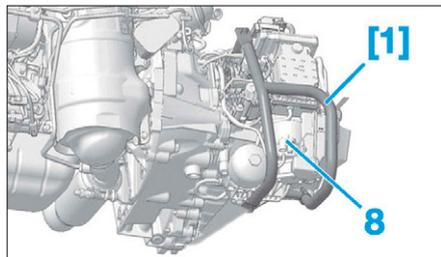

FIG. 17
- Positionner la poignée de maintien [1] sur l'actionneur de pilotage (8) (Fig.17).